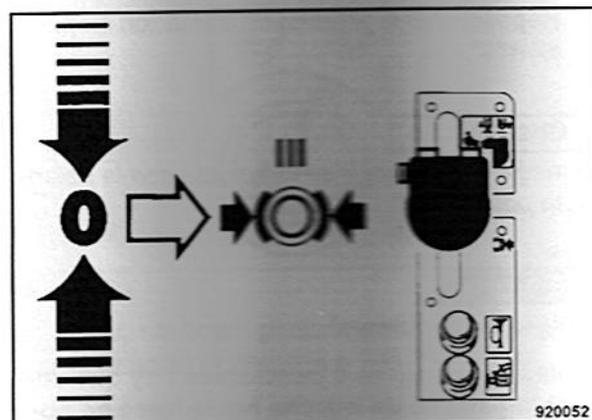

Fig. 70
- Retroceder la palanca de marcha (Fig. 70) poco a poco a posición "0" y encajarla hacia fuera en posición de encastre "III", freno de servicio.